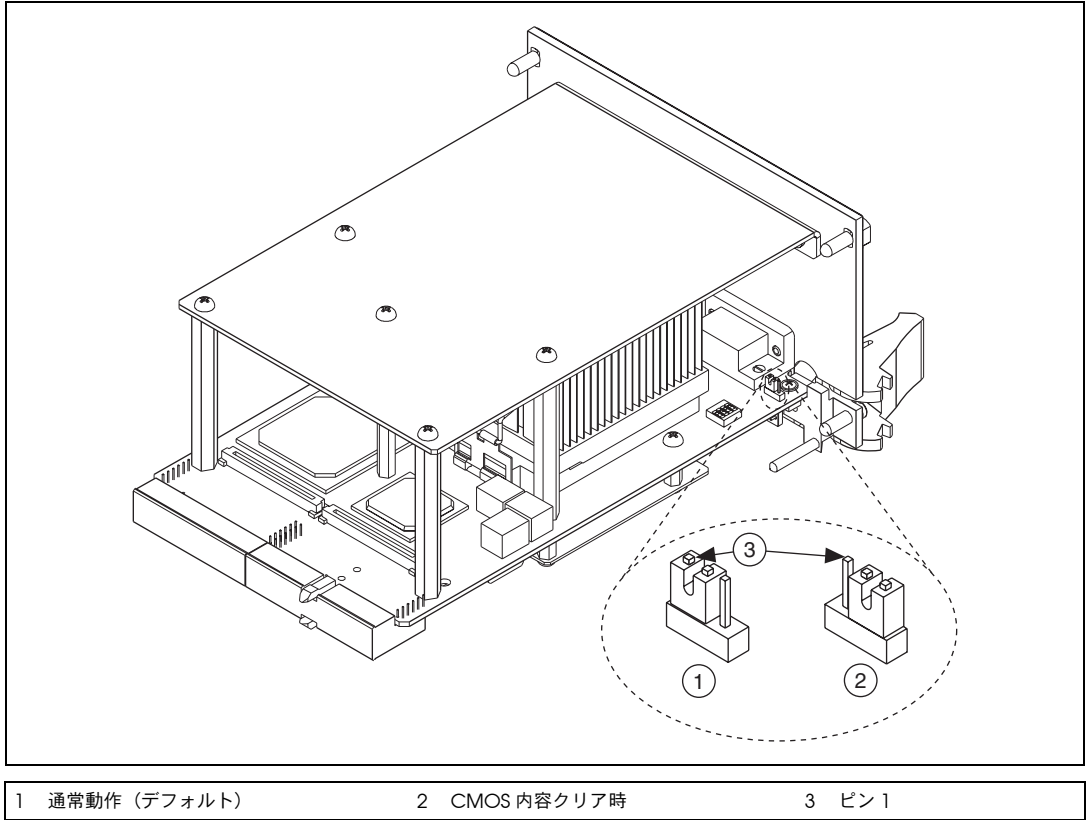

図 2-3 CMOS 内容をクリアする (図は NI PXI-8185)
3. 図 2-3 に示すように、J1 のジャンパをピン 1～2 からピン 2～3 に移動します。
メモ 分かりやすくするため、図 2-3 では電池が示されていません。